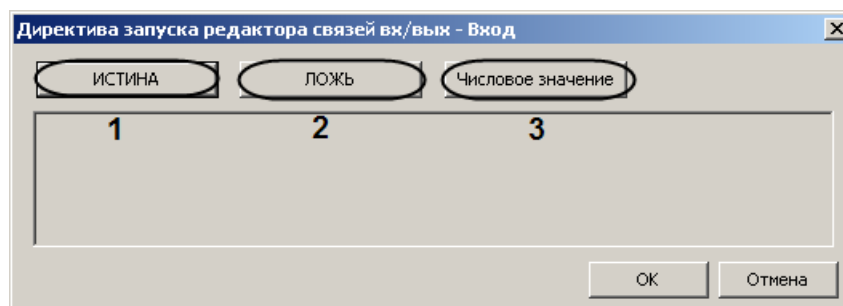

Рис. 3.6—27 Задание правой части правила инициализации
4. Выбрать значение, которое необходимо назначить выбранному в левой части правила объекту. Для этого необходимо нажать кнопку **ИСТИНА**, **ЛОЖЬ** или **Числовое значение** (см. Рис. 3.6—27, **1-3**).
5. Нажать кнопку **ОК** (см. Рис. 3.6—25, **4**).